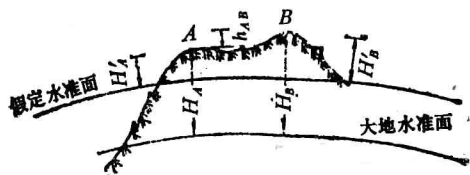

图 1-17 绝对高程和相对高程
(1) 绝对标高：以平均海水面作为高度起算面，地面上的点相对于平均海水面的高度即为绝对标高（绝对高程）。如图1-17中A、B两点的绝对标高为 H_A 和 H_B 。
(2) 相对标高：当用假定的水平面作为高度起算面，地面上的点相对于假定水平面的高度叫做相对标高（即相对高程）。如图1-17中的 H'_A 、 H'_B 。
地面上两点高程之差叫做高差。如图1-17中A、B两点的高差为：